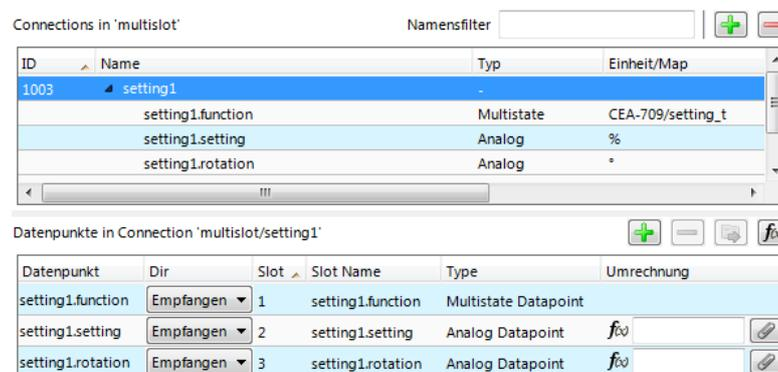

Abbildung 20: Multi-Slot Connection.
4. Jetzt wurde eine Multi-Slot Connection wie in Abbildung 20 dargestellt erzeugt. Die Multi-Slot Connection kann zusammengeklappt oder expandiert werden. In der expandierten Ansicht zeigt sie alle Slots. Wählen Sie den Hauptteil der Multi-Slot Connection an, um alle Datenpunkte in der Liste darunter anzuzeigen. Wählen Sie einen einzelnen Slot darunter, um nur jene Datenpunkte anzuzeigen, die sich in diesem Slot befinden.